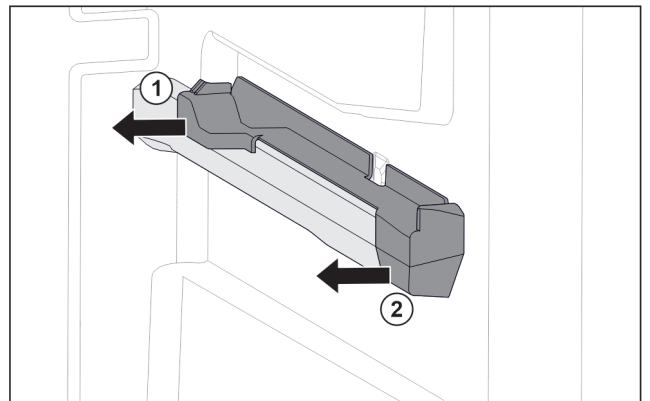

Fig. 58 Násuvný diel na pravom rebro nádoby
- ▶ Stiahnite násuvný diel vzadu do strany. Fig. 58 (1)
- ▶ Stiahnite násuvný diel vpredu do strany. Fig. 58 (2)